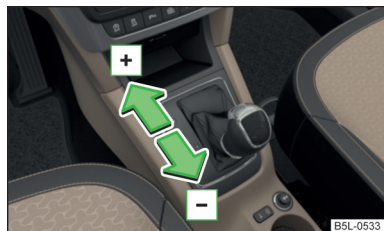

Fig. 125
► Presione ligeramente la palanca selectora hacia adelante » fig. 125.
► Presione ligeramente la palanca selectora hacia atrás » fig. 125.